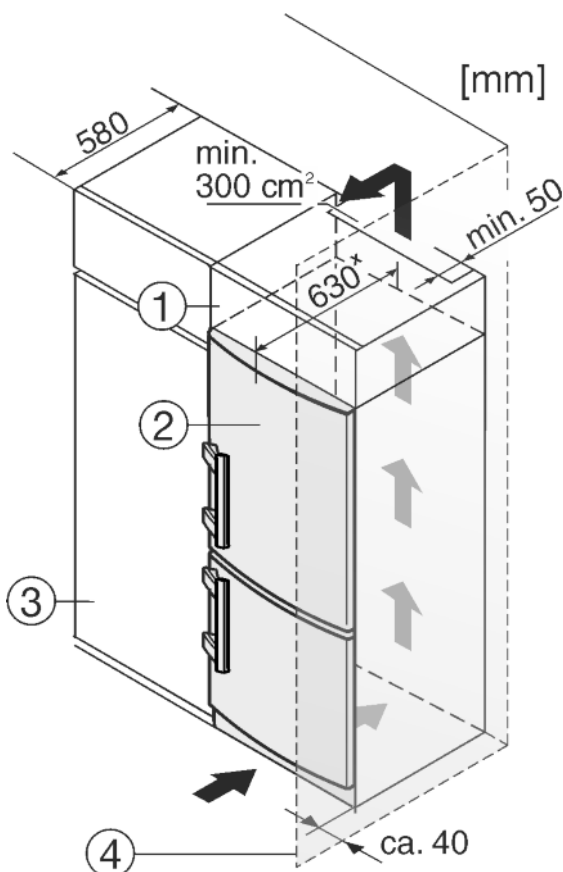

Fig. 9
- (1) Колонна на столешницу
- (2) Устройство
- (3) Кухонный шкаф
- (4) Стена
Устройство может быть окружено предметами кухонной обстановки. Чтобы уравнивать устройство Fig. 9 (2) по высоте с кухонной стенкой, можно установить над устройством соответствующий дополнительный шкафчик Fig. 9 (1).
При комбинировании с кухонными шкафами (глубина макс. 580 мм) устройство можно установить непосредственно рядом с кухонным шкафом Fig. 9 (3). Устройство выступает сбоку на 34 мм* и по центру на 50 мм* относительно передней стенки кухонного шкафа.
Если устройство установлено на шарнирах у стены Fig. 9 (4), то расстояние между устройством и стеной должно быть не менее 40 мм. Настолько выступает ручка при открытой дверце.